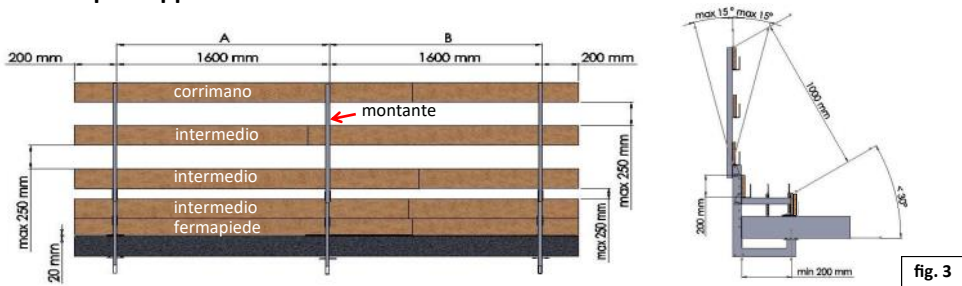

fig. 3
- Posizionare l'asta verticale nella posizione corretta, rispettando quanto riportato nella fig. 3 a pag. 6 (inclinazione del montante deve essere compresa tra -15° e +15° rispetto alla verticale, vedi fig. 8 pag. 9) e procedere come sopra all'installazione dei successivi montanti, mantenendoli ad un interasse massimo di 1600 mm l'uno dall'altro;